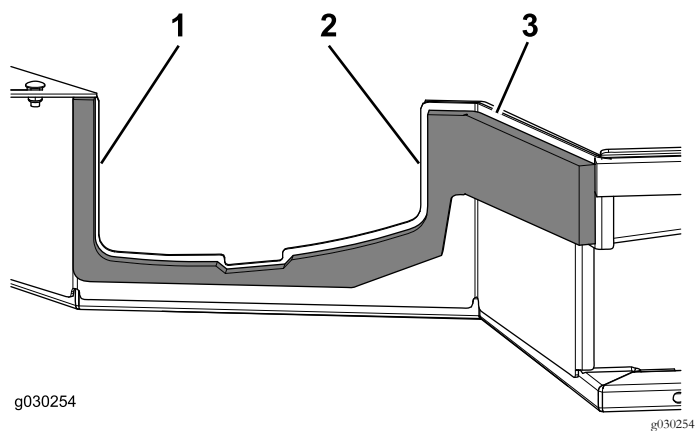

Figure 9
4. Utilisez les dimensions indiquées à Figure 9 pour placer le joint.